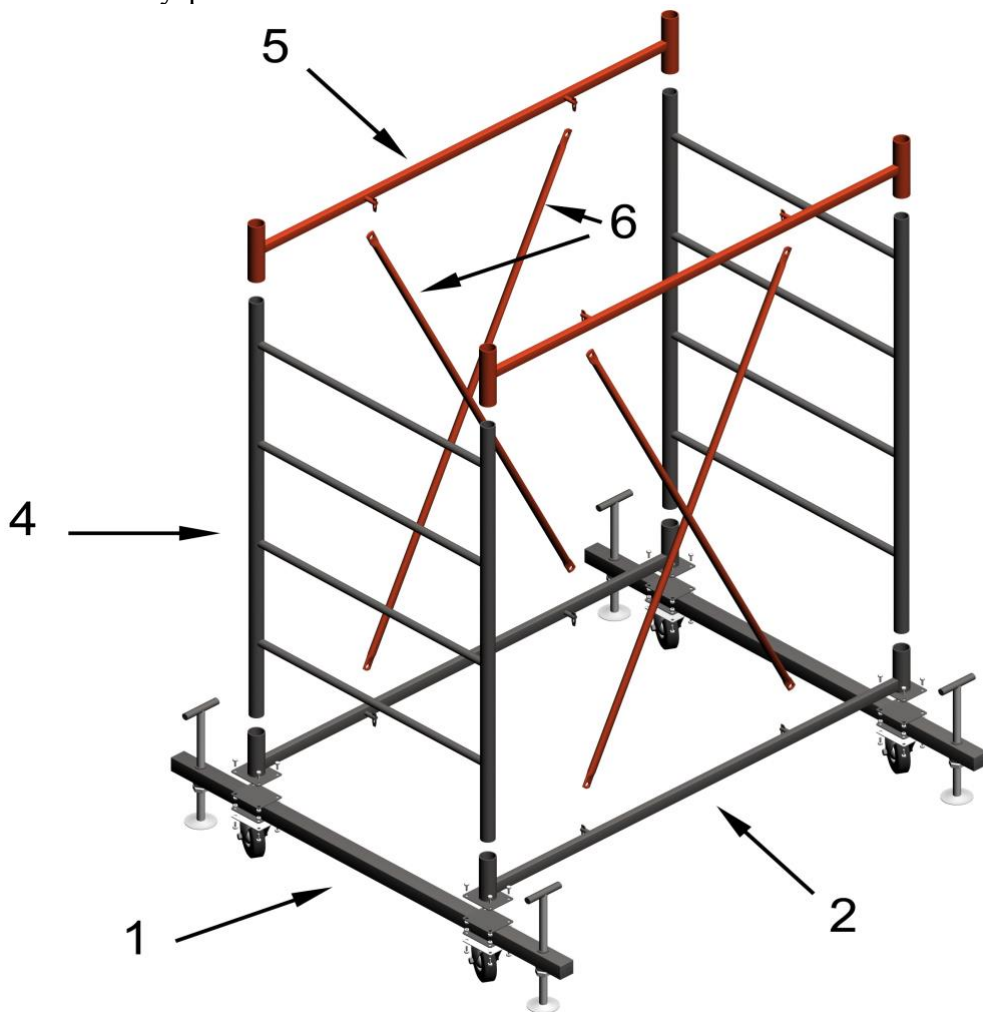

рис.1
4.2. Установить базы (1) параллельно друг другу и соединить их траверсами (2) при помощи болтов. Траверсы должны быть установлены замками внутрь (Рис.1).
4.6. Используя флажковые замки, соединить гантели (5) и траверсы (2) стяжками (6), (рис.1)